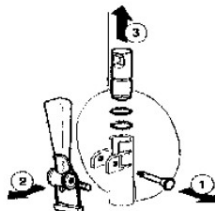

рис. 12
- 6-Разберите краник (см. рис. 12)